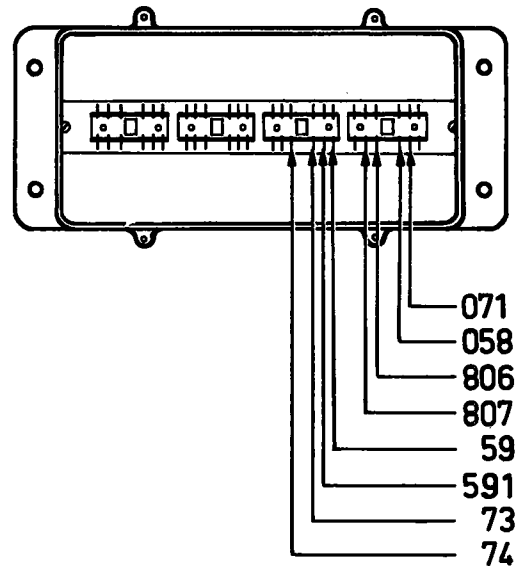

Fig. 1
15. Verwijder het deksel van de verdeeldoos, welke zich boven op het brugstuk bevindt. Maak een schets van het bovenaanzicht van de verdeeldoos en teken daarin de plaats en de nummers van de aangesloten kabels (zie voorbeeld, fig. 1).